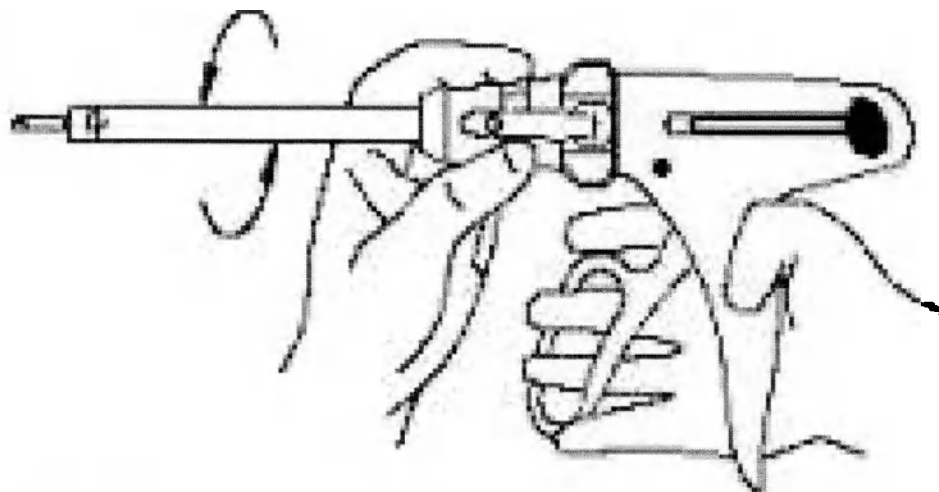
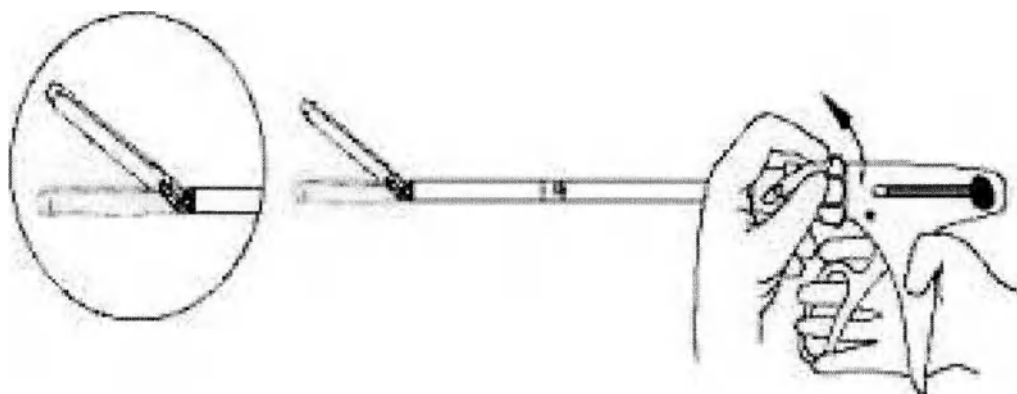

Рисунок 8.
Рисунок 9.
3. Отрегулируйте нижнее поворотное кольцо, чтобы шток степлера вращался на  $360^\circ$  (рис. 8). Поверните верхнее поворотное кольцо, чтобы поворотные устройства поворачивались на  $35^\circ$  в обоих направлениях. (Рисунок 9)